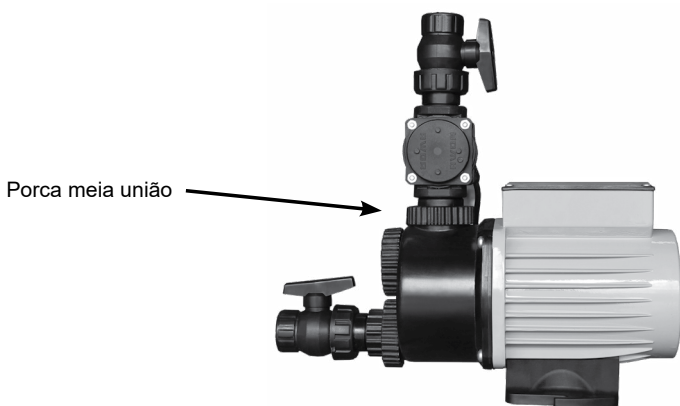

Fig. 5
D.2) Para as eletrobombas instaladas acima do nível do reservatório de abastecimento, deverá ser removida a porca de meia-união como indicado na fig. 5 e expelir água pelo orifício resultante, até completar o nível. Feito isso, recolocar a porca.